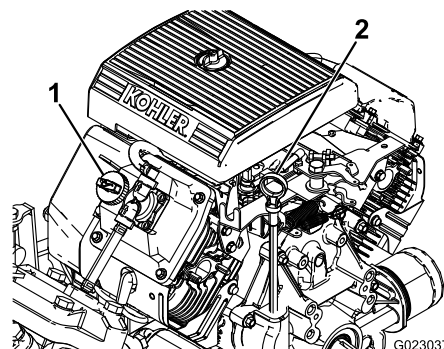

Figura 42
2. Retire a vareta e limpe-a com um pano limpo (Figura 42). Volte a colocar a vareta no tubo e verifique se está completamente introduzida. Retire a vareta e verifique o nível de óleo.
3. Se o nível de óleo estiver baixo, retire a tampa de enchimento da cobertura das válvulas (Figura 42) e adicione lentamente óleo suficiente na abertura até que o nível suba até à marca CHEIO da vareta. Adicione o óleo lentamente e verifique o nível com alguma frequência durante o procedimento. Não encha demasiado.
8. Coloque lentamente cerca de 80% da quantidade de óleo especificada no bocal de enchimento do óleo (Figura 42).